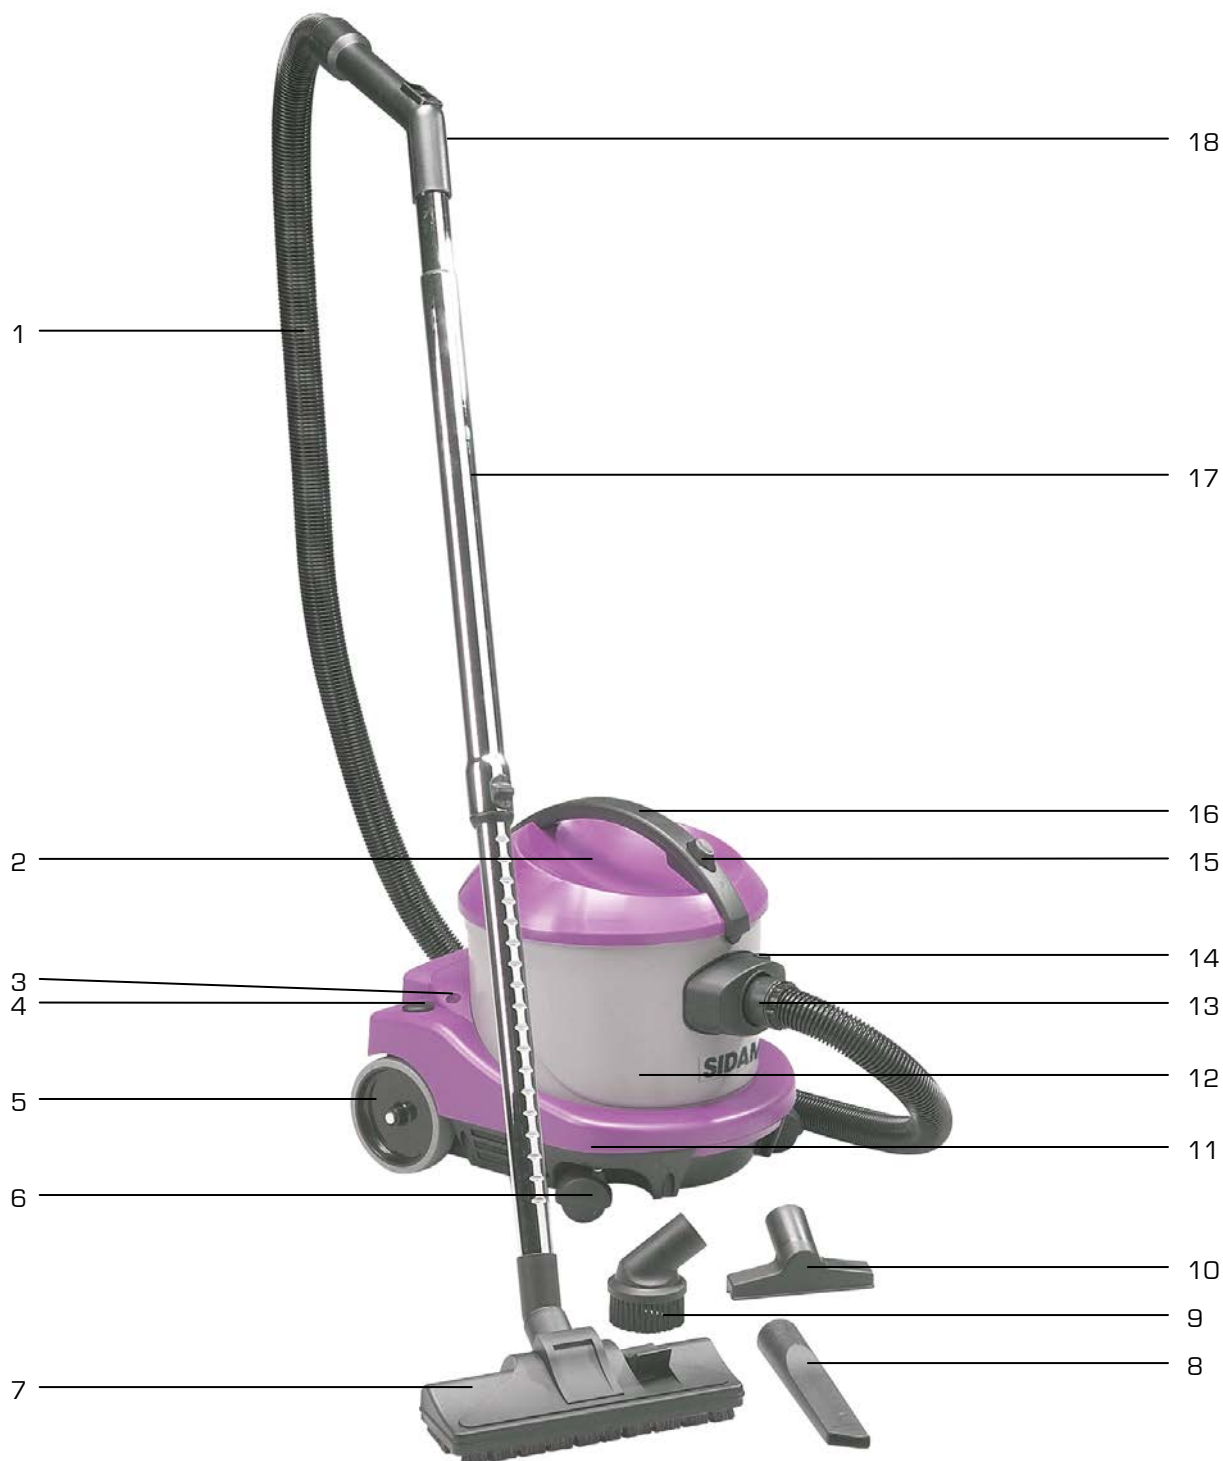

Figure 1
- Insérer fermement l'embout de flexible côté cuve [1] dans la prise de flexible [14 fig.1] (jusqu'à entendre un « clic »).
2. Afin d'éviter toute mise en marche accidentelle, vérifier que l'interrupteur (4 fig.1) est sur la position « ARRET » avant de brancher la fiche dans la prise de courant.
4. Mettre l'aspirateur en fonctionnement au moyen de l'interrupteur (4 fig.1) en position « MARCHE ». Un voyant rouge (3 fig.1) situé à côté de l'interrupteur signale le fonctionnement de l'aspirateur.